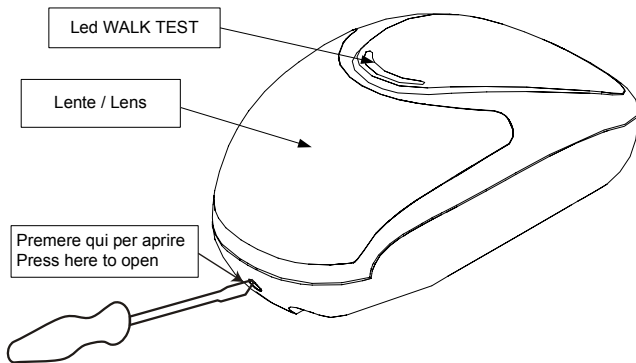

Fig. 1
1. Utilizzando un mini cacciavite, spingere il tastino tondo sul lato anteriore del sensore ed aprire il coperchio (Fig.1).